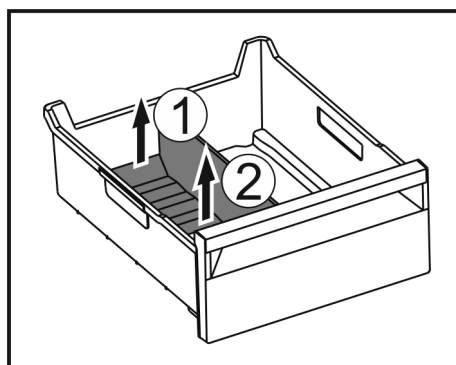

Fig. 164
- ▶ Повдигнете задната част на разделителя на отделението за лед. Fig. 164 (1)
- ▶ Извадете разделителя на отделението за лед нагоре. Fig. 164 (2)